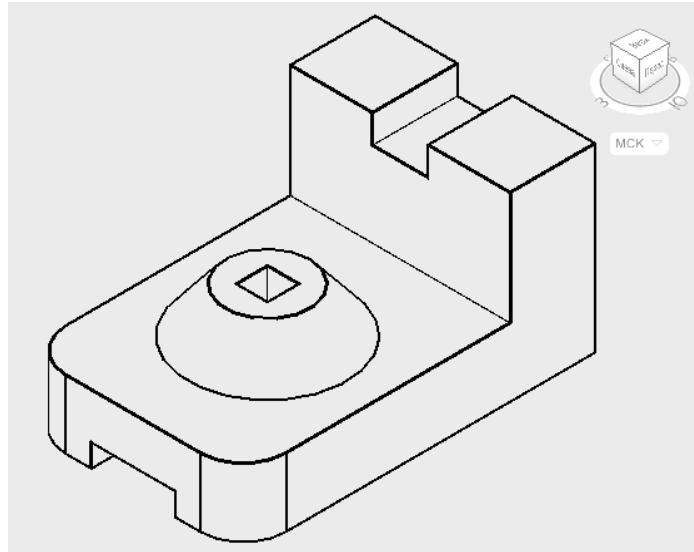

Рисунок 2.30 – Исходная 3D-модель
б) Выполнить вычитание тел для получения прямоугольного паза (команда **ВЫЧИТАНИЕ**), рисунок 2.30.
8. Объединить полученные части детали в единую модель, рисунок 2.30.